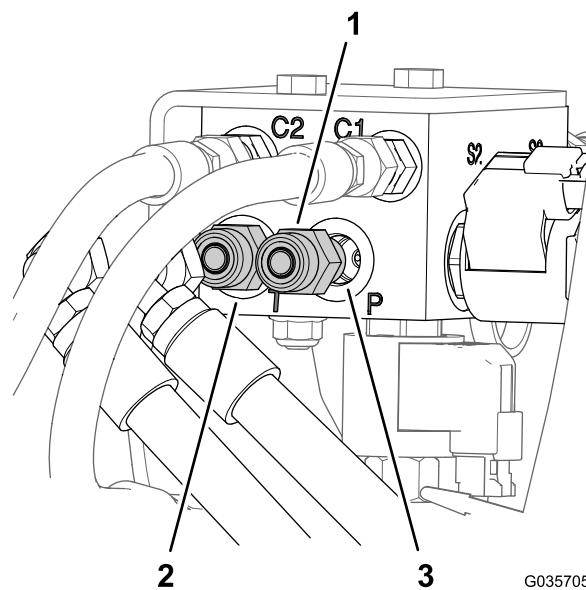

図 9
1. 機体後方で、boom昇降マニホルドのポート P とポート T に接続されているホースにラベルを付ける 図 9。
2. 昇降シリンダのマニホルドのポート P とポート T のストレートフィッティングから、油圧ホースを外す 図 9。
3. 既存の昇降シリンダ用マニホルドのポート P とポート T からストレートフィッティングを外す 図 9。